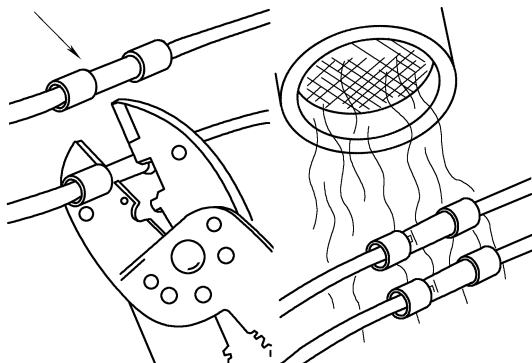

图 6-12 将维修导线压接在裸线上, 加热使管收缩防水
⑤ 将维修导线压接在裸线上，用热风枪(零件号为 3822860)或明火加热收缩管，管收缩并使插头防水，如图 6-12 所示。